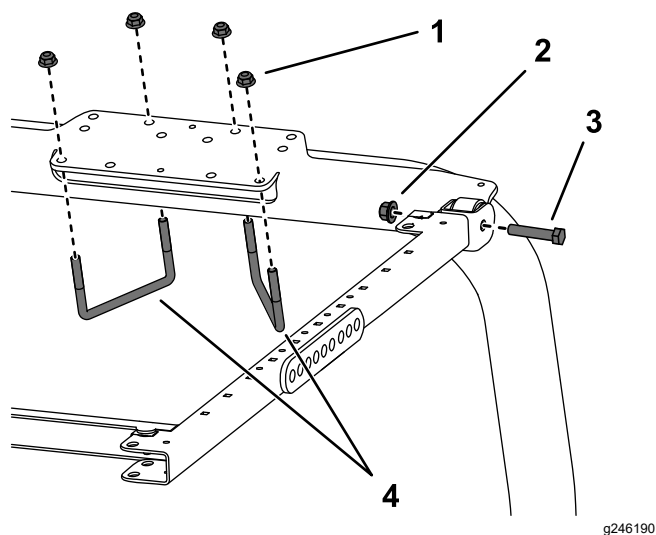

Рисунок 28
7. Установите монтажный кронштейн ROPS на верхнюю часть защитной дуги тягового блока (**Рисунок 28**). Убедитесь в том, что защитная дуга находится в центральном положении в монтажных кронштейнах ROPS.
8. Используя монтажные отверстия, показанные на **Рисунок 28**, прикрепите каждый монтажный кронштейн ROPS к верхней части